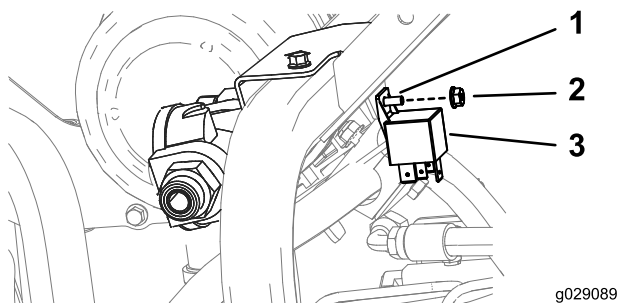

Figura 13
4. Instale o relé como se mostra na Figura 13.